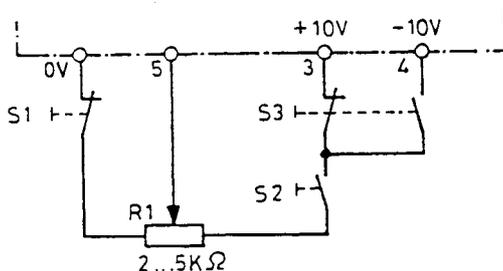

Figure 6.4.1.1
- Raccordement des interrupteurs externes S1 et S2 selon figure 6.4.1.1